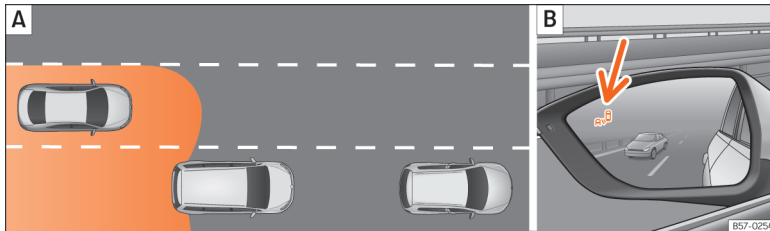

Abb. 242 Schematische Darstellung: [A] Überholvorgang mit Verkehr im hinteren Bereich. [B] Anzeige des Blind-Spot-Assistenten im Außenspiegel links.
Die Radarsensoren befinden sich links und rechts am hinteren Stoßfänger und sind von außen nicht sichtbar »» **Abb. 241**. Die Sensoren erfassen den Bereich des toten Winkels, sowie den hinter dem Fahrzeug erzeugten Verkehr »» **Abb. 242**, »» **Abb. 243**. Die Seitenbereiche umfassen etwas über eine Fahrbahnbreite.
In nachfolgenden Situation wird die Anzeige im Außenspiegel »» **Abb. 242** [B] (Pfeil) oder »» **Abb. 243** [B] (Pfeil) dargestellt:
- Bei einer Überholung durch ein anderes Fahrzeug »» **Abb. 242** [A].